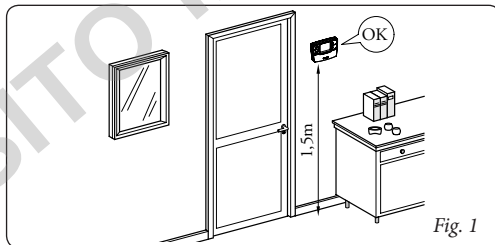

Fig. 1
1) Separare la dima di fissaggio dal corpo del CRONO 7 facendo leva con un cacciavite nell'apposito incasso (Fig. 3). Installare il CRONO 7 lontano da fonti di calore e in posizioni idonee a rilevare correttamente la temperatura ambiente (Fig. 1 e 2).